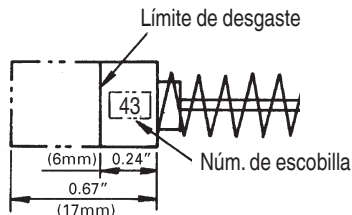

Fig. 9
2. Inspección de las escobillas (Fig. 9)
Utilice las escobillas metabo HPT Núm. indicadas en la Fig. 9.